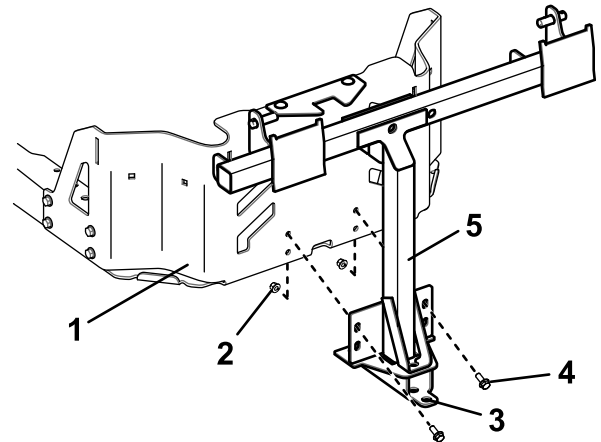

Figura 7
2. Instale el bastidor de pivote en el bastidor de la máquina según se muestra en Figura 7. Asegúrese de empujar el bastidor de pivote